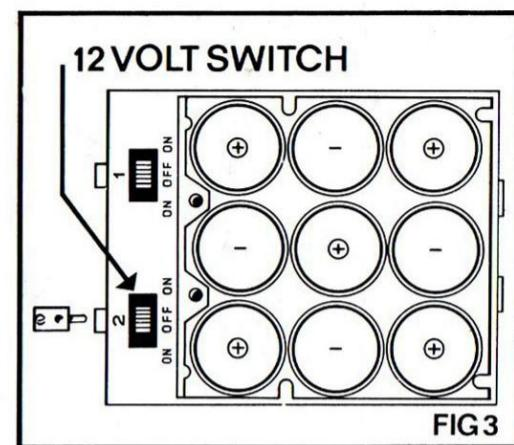

FIG 3
- Für die Schaltung mit 12 Volt müssen die 9 Batterien in der in Abb. 3 gezeigten Anordnung anbringen. Zu diesem Zweck wurde die Unterseite des Batteriekastens speziell vorgeformt, um ein leichtes Einsetzen zu ermöglichen. Die Stromzufuhr erfolgt nun durch Einführen der Miniatur-Stecker in die Steckdosen unter der 12 Volt-Markierung und wird durch den Schalter Nr. 2 kontrolliert.
- Ifråga om kretsen på 12 volt (nominellt) skall skumkloten tas bort, varefter 9 batterier placeras så som framgår av Fig.3. Dessa placeringar anges också på undersidan av manöverdosan som bekväm vägledning. Batterierna ansluts genom att man skjuter in de små stickpropparna i uttagen under 12-voltsmarkeringen, varefter strömmen regleras med strömbrytaren nr 2.
- Para usar el circuito de 12 volts (nominal), sacar el bloc de espuma de la caja y colocar 9 pilas en las posiciones indicadas en la fig.3. Para mayor facilidad, dichas posiciones van estampadas en la cara inferior de la caja. La potencia se obtendrá al introducir las mini-clavijas en los enchufes situados debajo de la marca "12 VOLTS", regulándose por medio del interruptor No.2.